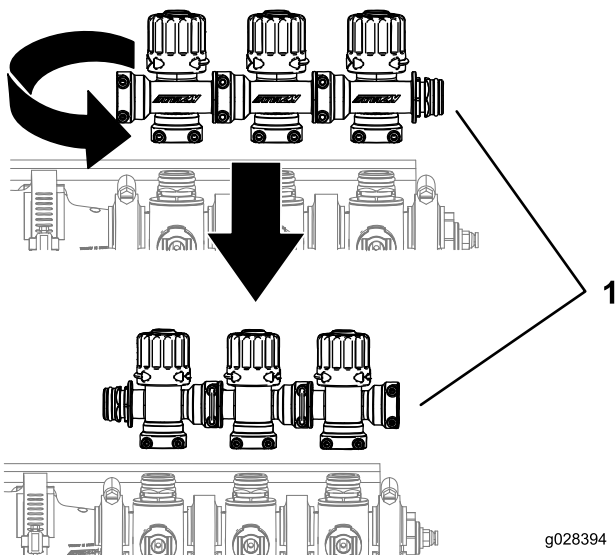

Figura 5
4. Gire el conjunto de válvulas de desvío 180 grados, según se muestra en Figura 5.